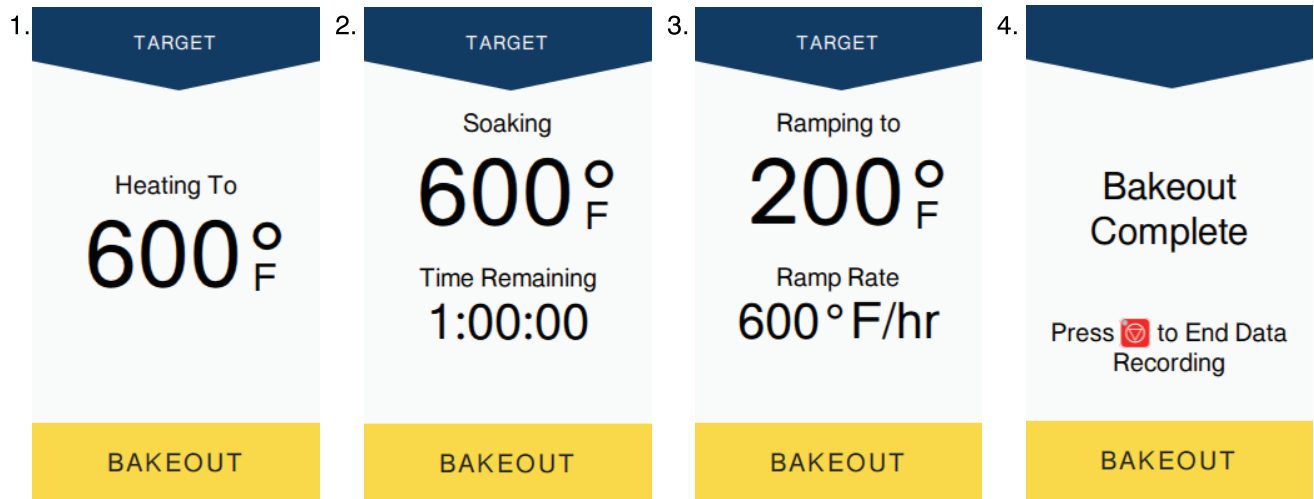

Figura 6-9. Schermate delle sequenze di cottura
Step 6. Se l'uscita è disattivata (viene visualizzato IMPOSTAZIONI), premere **[ESEGUI]** per iniziare il riscaldamento. Il riscaldatore raggiungerà la temperatura target di cottura, si immergerà per la durata programmata e scenderà fino alla temperatura finale. Per le immagini delle schermate di esempio, vedere la Figura 6-9.